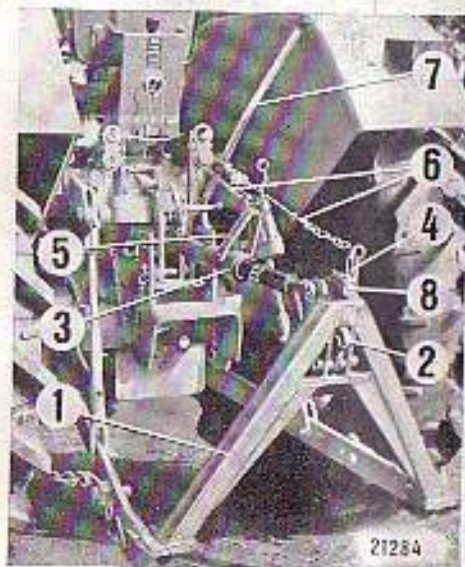

Bild 46
Dreipunkt Kupplung absenken, und während das Gerät den Boden berührt, Oberlenker und Sperrhaken entriegeln (über Fernbedienung ⑦ Bild 46).